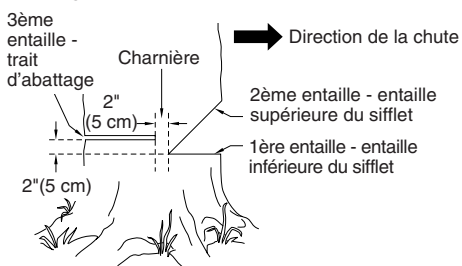

Figure 12 - Abattage d'un arbre
Un sifflet d'abattage correctement placé permet de déterminer la direction de la chute de l'arbre. Placer le sifflet d'abattage du côté de l'arbre où l'on veut qu'il tombe. (Voir la figure 12, page 51.) Procéder de la façon suivante pour faire le sifflet.
- Faire l'entaille inférieure aussi près du sol que possible. Tenir la tronçonneuse de manière à ce que la guide-chaîne soit horizontale. Tailler sur 1/3 du diamètre du tronc d'arbre. (Voir la figure 12, page 51.)
Exemple : Si l'entaille inférieure a 20 cm (8 po) de profondeur, commencer l'entaille supérieure à 20 cm au-dessus de cette dernière. Scier vers le bas à un angle de 45°. L'entaille supérieure doit rencontrer l'extrémité de l'entaille inférieure. (Voir la figure 12.)
1. De l'autre côté de l'arbre, faire le trait d'abattage à 5 cm (2 po) au-dessus de l'entaille inférieure du sifflet. (Voir la figure 12.) Faire le trait parallèle à l'entaille inférieure.
AVERTISSEMENT : Ne pas scier l'arbre complètement. Laisser environ 5 cm (2 po) de bois non scié directement derrière le sifflet d'abattage. (Voir la figure 12.) Cette partie non sciée sert de charnière. La charnière empêche l'arbre de se tordre et de tomber dans la mauvaise direction.